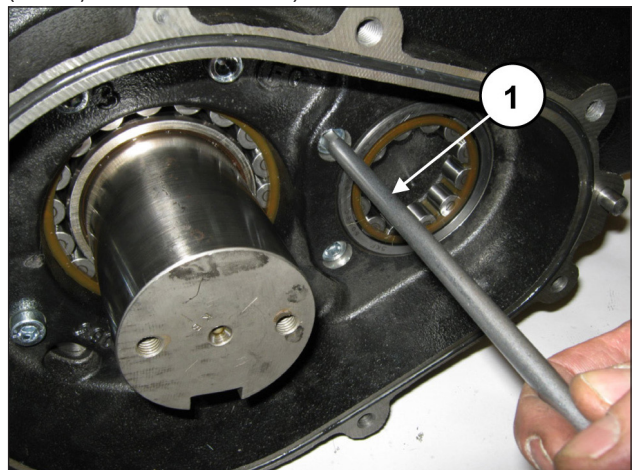
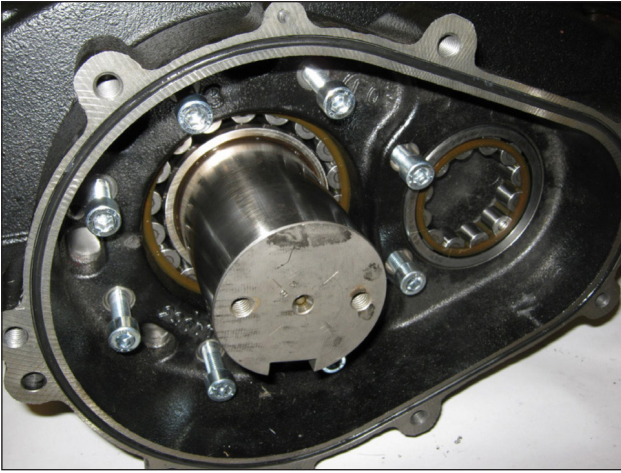

Abb. 21
Abb. 22
Lösen Sie die Befestigungsschrauben des Getriebegehäuses (Pos. ①, Abb. 21 und Abb. 22).